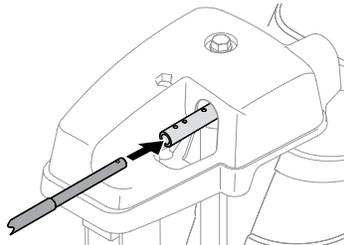

Figure 2-36
2. Insérez l'extrémité ronde de la tige de commande dans la tête de commande. Poussez la tige aussi loin que possible dans la tête de commande en gardant les trous de la tige orientés vers le haut. Voir Figure 2-36.